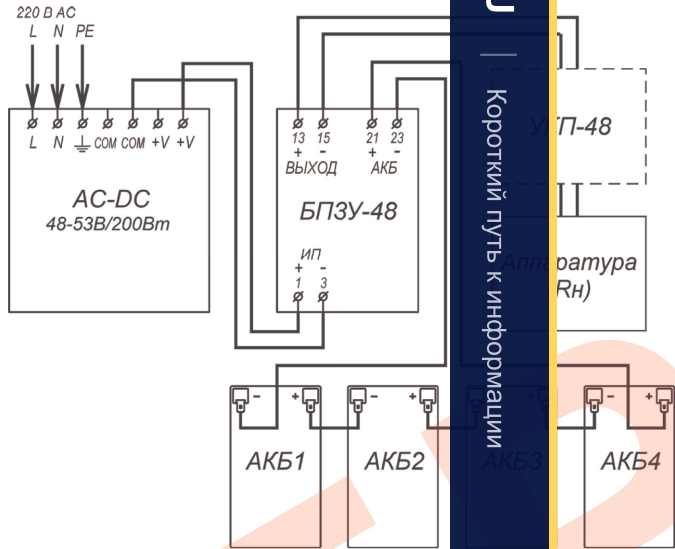
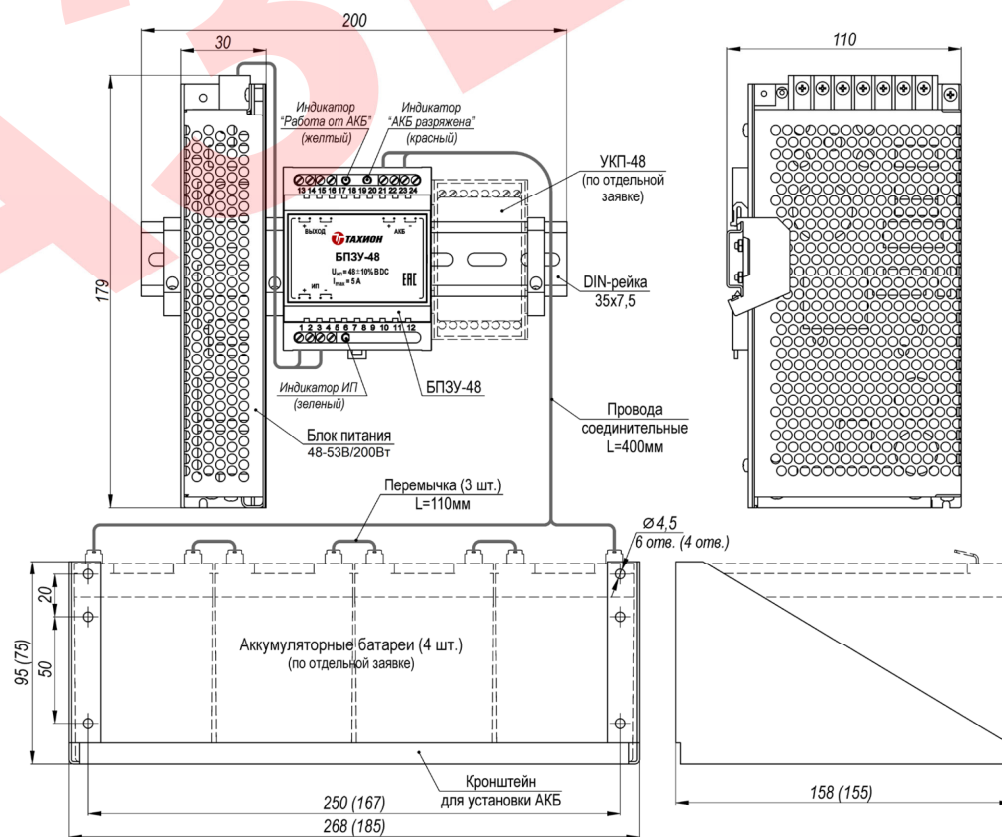

Рис.2 Схема электрическая принципиальная
Рис.1 Устройство, габаритные и установочные размеры
Подключение цепей изделий производится в соответствии со схемой электрической принципиальной (рис.2). Для подключения необходимо:
- 2. Установить аккумуляторные батареи на кронштейн (рис. 1) и подключить их проводами соединительными к контактам 21 (+) и 23 (-) БПЗУ-48, соблюдая полярность. Соединить аккумуляторы перемычками.
- 4. Подать трехпроводным кабелем напряжение питания 220 В AC на соответствующие контакты блока питания, при этом фазный провод (L) соединить с контактом L, нулевой провод (N) с контактом N, а провод заземления соединить с контактом PE.
| 12. Габаритные размеры | см. рис.1 |
Устройство изделия приведено на рис.1, схема подключения на рис.2.